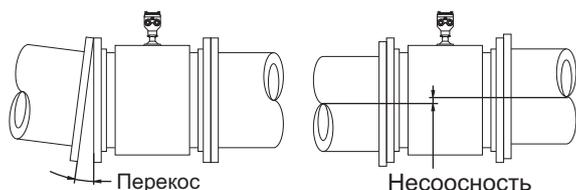

Рисунок 3.2.2 Перекос и несоосность трубопроводов, подсоединяемых к расходомеру
- (1) Перед установкой расходомера устраните несоосность или перекос трубопроводов и зазор между фланцами (см. рис.3.2.2).